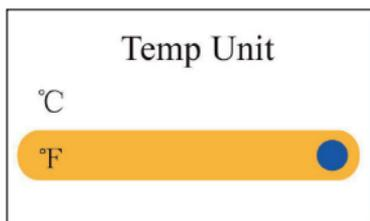

Figura 4.10G Configuración unidad TEMP.
- **Unidad TEMP:** Para configurar la unidad de temperatura, opción °C (Celsius) y °F (Fahrenheit), el valor predeterminado de fábrica es °F, como se muestra en la figura 4.10G.